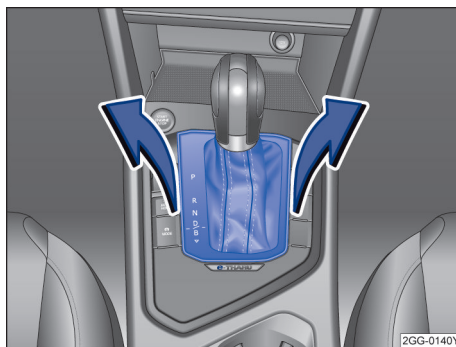

图 93 拆卸换挡杆面板
- 小心将选换挡杆防尘套区域内的面板连同其上连接着的导线一起向上拉→ 图 93。